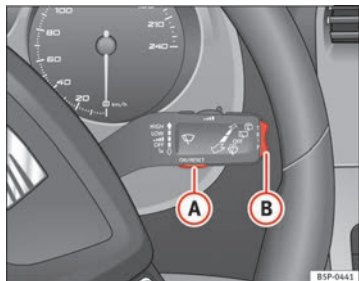
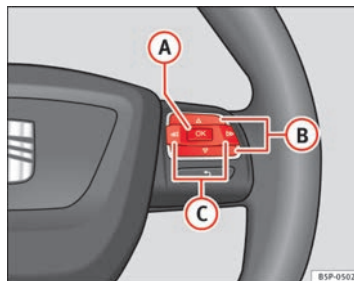

Abb. 45 Scheibenwischerhebel: Taste A zum Bestätigen von Menüpunkten und Wippe B zum Wechseln der Menüs
Abb. 46 Bedienelemente am Lenkrad: Taste A zum Bestätigen der Menüpunkte und Tasten B zum Wechseln der Menüs
- Zum Aufrufen des Menüs „Einstellungen“ drücken Sie die Taste **(C)** ⇒ Abb. 46, bis die entsprechende Anzeige am Display erfolgt. Nun befinden Sie sich in diesem Menü.
- Zum Umschalten zwischen den Speichern drücken Sie bei eingeschalteter Zündung kurz die Taste **[A]** ⇒ **Abb. 45** ⇒ Seite 68 am Scheibenwischerhebel oder die Taste **[OK]** am Multifunktionslenkrad ⇒ **Abb. 46** ⇒ Seite 68.
In der Multifunktionsanzeige können Sie durch Betätigen der Wippe **(B)** ⇒ **Abb. 45** ⇒ Seite 68 am Scheibenwischerhebel oder durch Drücken der Taste **(A)** bzw. **(V)** ⇒ **Abb. 46** am Multifunktionslenkrad* die folgenden Daten abfragen.